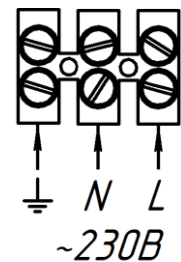

Рисунок 3 Подключение светильника к сети.
2.2.7. Подключите сетевой провод к контактному устройству (рисунок 3).